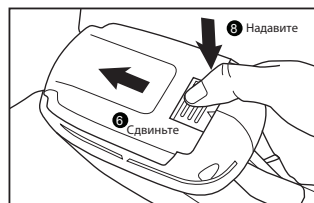

Рис. 4
1. Для установки или смены лезвия разверните кусторез вверх защитной крышкой (6). Рис. 4. Надавите на кнопку (8) и сдвиньте крышку.